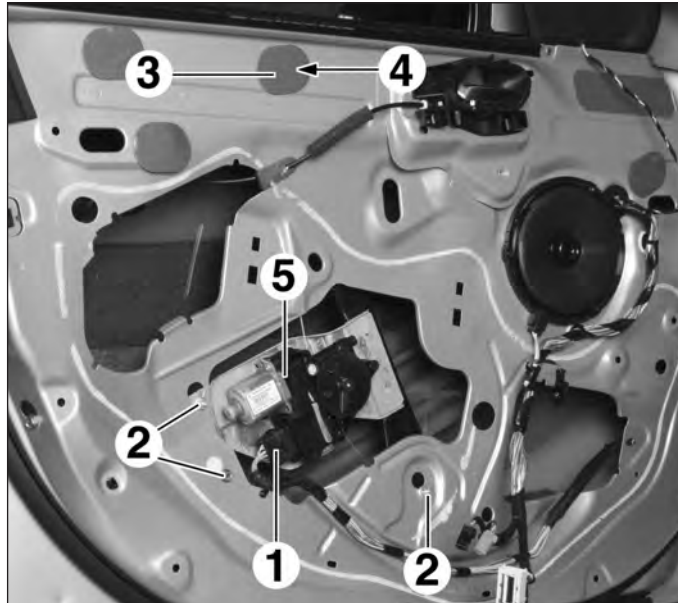

FIG.114
- Débrancher le connecteur (1) (Fig.114).
- Desserrer les écrous (2) sans les déposer.
- la protection (3),
- l'écrou (4),
- le mécanisme de lève-vitre (5).